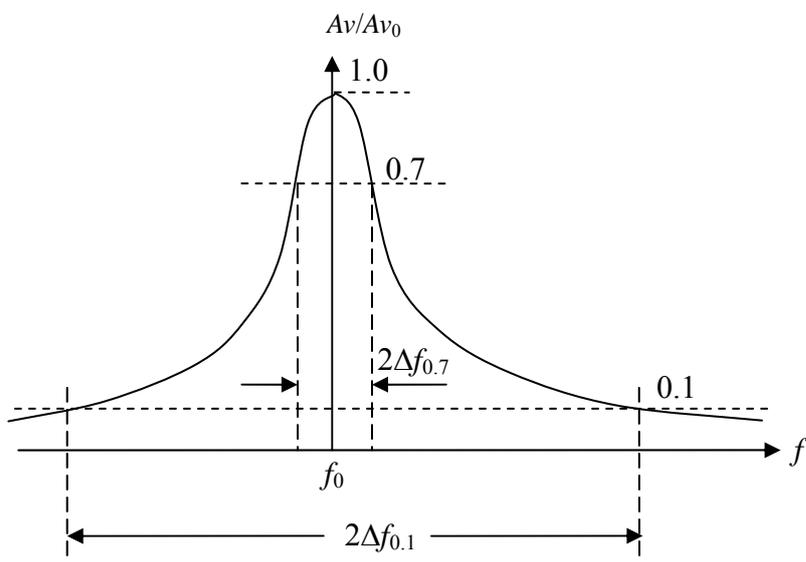

图 2. 谐振放大器典型幅频特性示意图
1. 图 2 是 LC 谐振放大器的典型特性曲线，矩形系数 $Kr_{0.1} = \frac{2\Delta f_{0.1}}{2\Delta f_{0.7}}$ 。